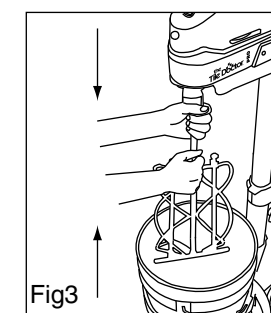

Fig 3
2. Sujete la abrazadera de acción rápida. Bájela como se muestra en la Fig. 3 y manténgala en esa posición.
- Incline the machine as shown in Fig. 3 and move it on the back wheels.